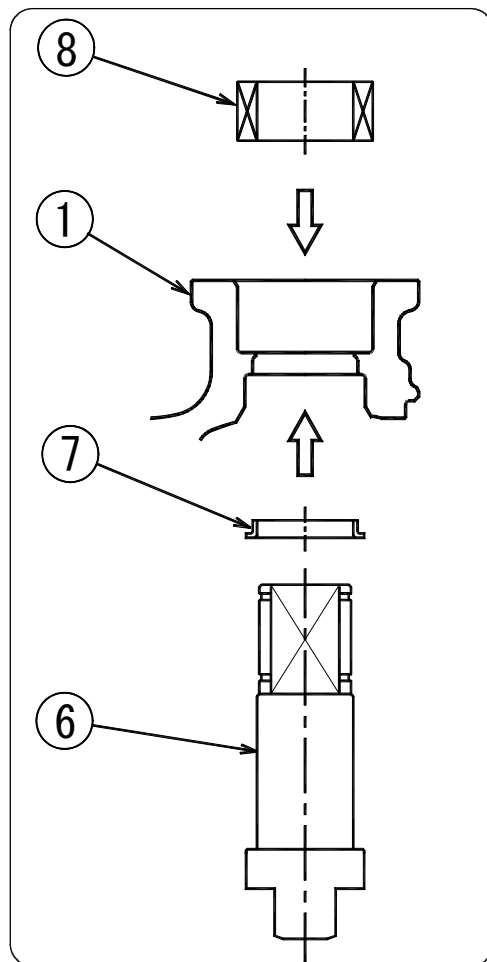

図 1
- 1) ボディ①の配管フランジを下に，グランド部を手前にして，垂直に置く。
- 2) ボディ①に，スタッドボルト⑮のねじの切っていない部分をプライヤでつかみ十分にねじ込む。スタッドボルト⑮のねじ部の長さが異なる場合は，短い方をボディ①にねじ込んでください。
- 3) 図1を参照して，ステムベアリング⑦をそれぞれ装着する。
- 4) ステム⑥をボディ①の内側からグランド部に装着する。
- 5) グランドパッキン⑧をボディ①に装着する。
- 6) グランドキャップ⑨にグランドベアリング⑩(25A～100A)を入れ，断面図を参照し，キーロック穴を下側にして，ボディ①のグランド部に装着する。
- 7) 片方の手でボディ①をつかみ固定し，他方の手でステム⑥を十分にボディ①外側に引っ張った後，ボルト・スプリングワッシャー⑭2本をねじ込む。(手で締める程度とする)
- 8) ボルト・スプリングワッシャー⑭2本を片締めにならないように，締め過ぎないように，交互に締め付ける。